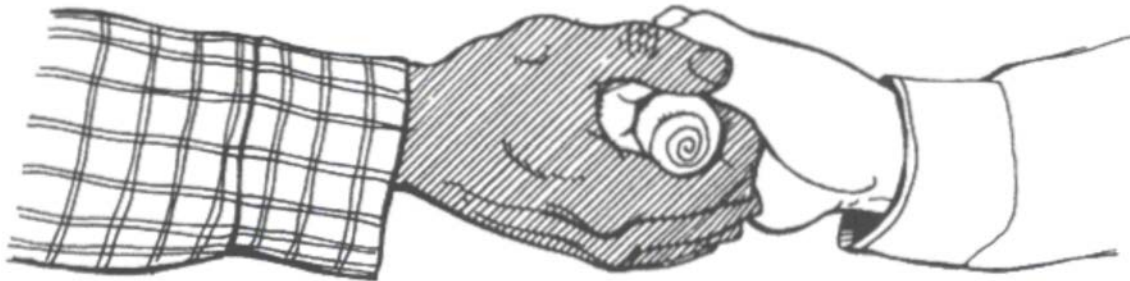

Figure 13 Prise des mains
2. Les secouristes glissent chacun une main sous les cuisses de la victime et enroulent les doigts sur un tampon, ou encore utilisent des mitaines ou des gants, pour ne pas se blesser avec les ongles (comme illustré à la figure 13).